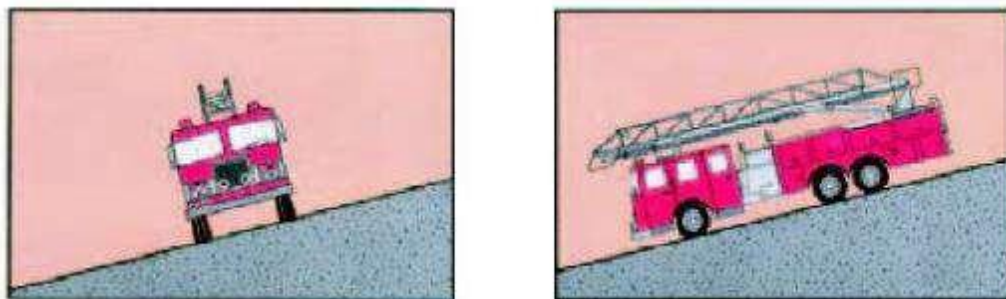

Figura 7 – Desnível Lateral e Desnível Longitudinal
5.1.1.2.4 O desnível máximo da faixa de estacionamento não poderá ultrapassar o valor de 5%, tanto longitudinal quanto transversal. (Figura 7).